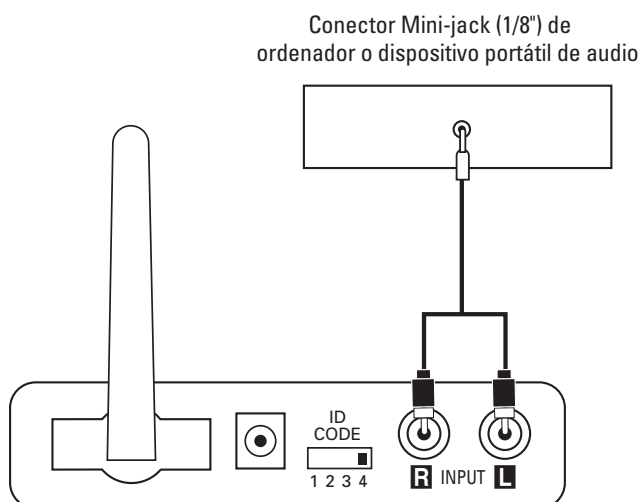

Figura 5.
**Paso 1.** Conecte el cable RCA–mini jack 1/8" (incluido) entre las salidas preamplificadas, de línea o para auriculares de su reproductor portátil de audio y las entradas del módulo transmisor ⑭, tal como muestra la Figura 5.